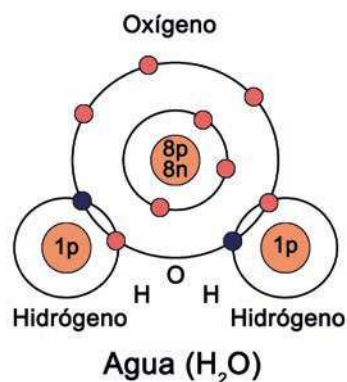

Imagen 3. Agua
Por ejemplo, la molécula de agua está formada por dos átomos de hidrógeno (2) y uno de oxígeno (1). Su fórmula química es  $H_2O$  ( $H+H+O$ ). (imagen 3)